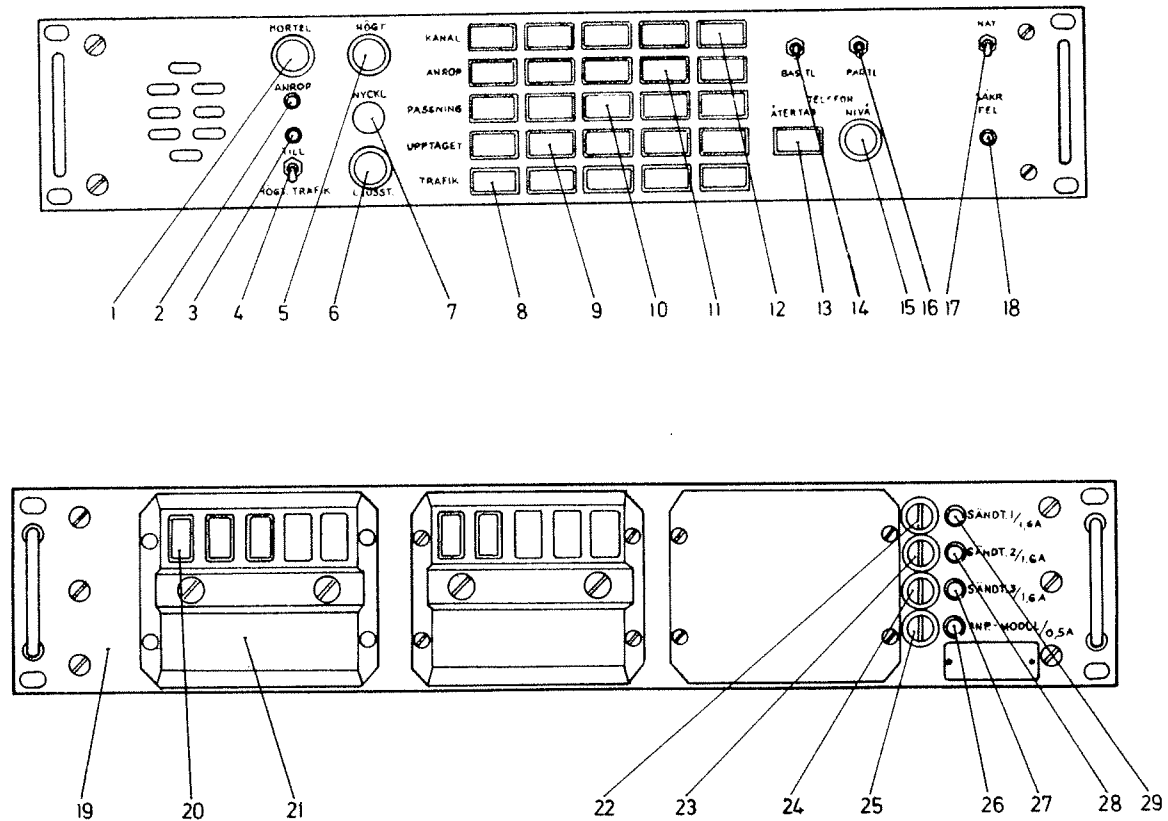

Bild 3
3.1.1 Slå till utrustningen genom att ställa vippströmställaren NÄT (17) bild 3 i läge TILL.
- Tryck in aktuell kanalenhet (20) bild 3 på sändtagare FR 16 (21) .
- Trafiklägg aktuell kanal på radiomanöverenheten genom att trycka in trafikströmställaren (8) för den aktuella kanalen.
- Nyckla kanalen genom att trycka in nycklingsströmställaren (7) på radiomanöverenheten.
- Kontrollera att den gula anropslampan (11) för kanalen tänds.
- Kontrollera genom att tala i mikrofonen att medhörning erhålls i hörtelefonen samt att ljudstyrkan kan justeras med ratten HÖRTEL (1) .
- Ställ omkopplaren HÖGT TRAFIK (4) i läge TILL.
- Kontrollera att den gröna lysdioden TRAFIK HÖGT TILL (3) tänds.
- Kontrollera att den gula lysdioden ANROP (2) tänds vid nyckling.
- Kontrollera att det egna talet hörs i högtalaren och att ljudstyrkan kan justeras med ratten HÖGT (5).
- Kontrollera att den gula anropslampan (11) tänds vid inkommande bärvåg på kanalen och att det mottagna talet återges med god kvalitet i hörtelefonen eller i högtalaren.
- Tryck in radiomanöverenhetens trafikströmställare (8) bild 3 för aktuell kanal.
- Nyckla radiokanalen med radiomanöverenhetens nycklingsströmställare (7) .
- Kontrollera att den gula anropslampan (11) tänds.
- Kontrollera genom att tala i mikrofonen, att medhörning erhålls i hörtelefonen och att ljudstyrkan kan justeras med ratten (1).
- Ställ radiomanöverenhetens trafikhögtalarströmställare (4) i läge TILL. Den gröna lysdioden (3) TRAFIK HÖGT TILL skall därvid tändas.
- Kontrollera att den gula lysdioden (2) ANROP tänds vid nyckling.
- Kontrollera att det egna talet hörs i radiomanöverenhetens högtalare och att ljudstyrkan kan justeras med ratten (5).
3.3.1 För vissa tillämpningar är utrustningen så kopplad, att telefonfunktionen väntkopplas i radiomanöverenheten. I dessa fall börjar indikerlampan TFN ÅTERTAG (13) bild 3 att blinka vid nyckling. Telefonsambandet återtas då genom att tryckströmställaren TFN ÅTERTAG (13) trycks in.
Anpassningsenheten innehåller säkringar, dels för dess elektronikdel, dels för den utgående 24 V-spänningen till sändtagarna FR 16F. Dessa säkringar samt de indikerlampor som indikerar om en säkring är felaktig, se (22) - (29) bild 3, är placerade på anpassningsenhetens (RA 816) frontpanel.